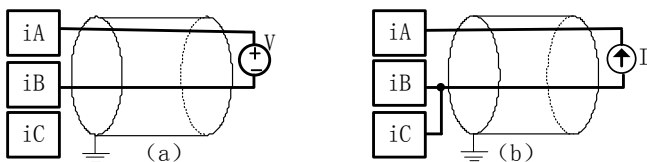

图 4-2-22 电压型和电流型有源输入接线方法
(3) 电压/电流输入：电压型输入和电流型输入可以同时接入在产品的 AI 不同前端；电压型输入和电流型输入也可以不同时刻接入产品的 AI 的同一前端。相对以往产品，此处做出了调整。在接入电压信号时，电压信号的正极接 iA 端子，负极接 iB 端子。如图 4-2-22 (a) 所示。在接入电流信号时，电流信号的正极接 iA 端子，负极接 iB 和 iC 端子。如图 4-2-22 (b) 所示。